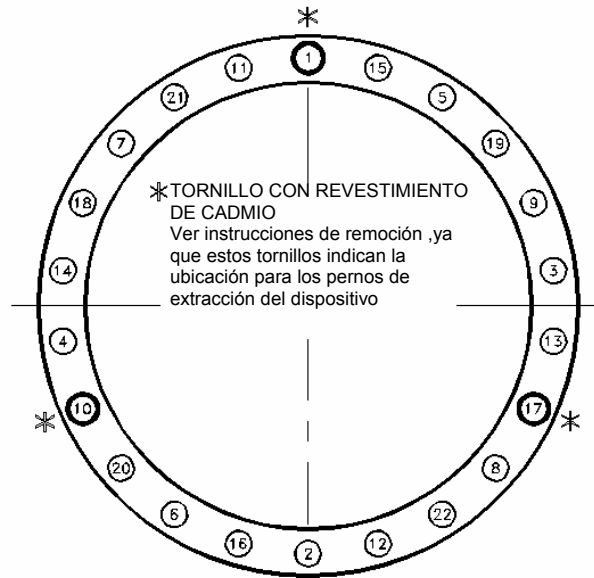

FIGURA 5
1. Instalar un perno con argolla o cáncamo de $\frac{1}{2}$ "-13 NC en la polea y asegúrese que un dispositivo de izamiento adecuado este conectado a la polea. Seguir el mismo procedimiento que en el paso "1" anteriormente mencionado en la remoción del volante, usando una llave hexagonal de 10 mm para aflojar los pernos del Ringfeder. Seguir la secuencia de torque para los pernos de la polea (Ver figura 5).
La secuencia de apriete (ver figura 5) se debe seguir para las tres etapas.
Permitir que el ensamblaje asiente durante 30 minutos, luego cheque otra vez todos los tornillos a 90 lb-pie. de torque, observando la secuencia de apriete en la figura 5.